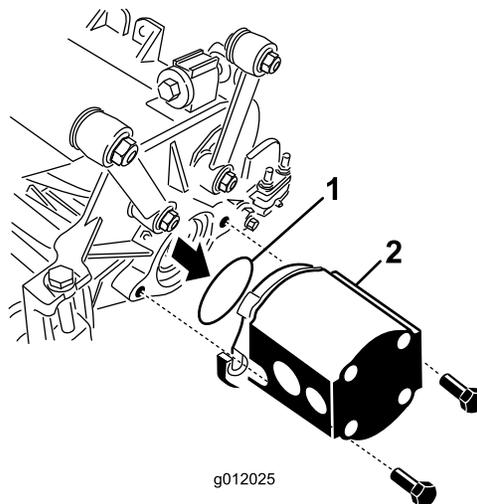

Рисунок 25
5. Установите уплотнительное кольцо (поставляемое в комплекте с режущим блоком) на фланец приводного двигателя (Рисунок 25).
колпачковыми винтами, входящими в комплект режущего блока (Рисунок 25).